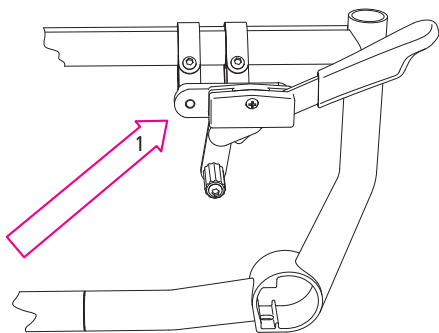

Abb.63
4. Je nach Positionierung des Hinterrades kann es sein, dass auch die Auflageklötze der Kreuzstrebe verschoben werden müssen, um die Bremse in die korrekte Position zu bringen (1, Abb. 63).